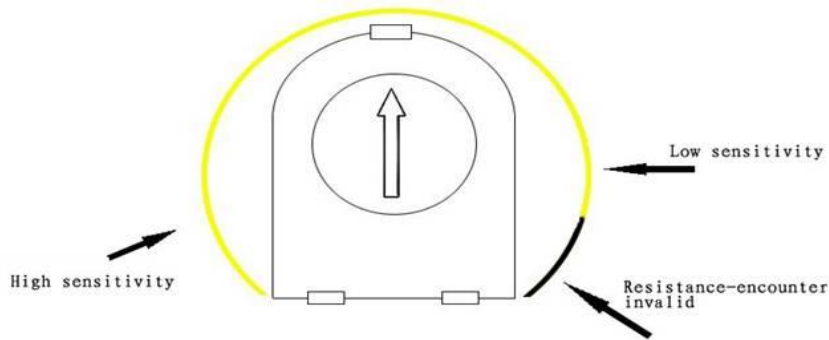

Fig 10
2. Detección de bloqueo de puerta cerrada: Fig. 10